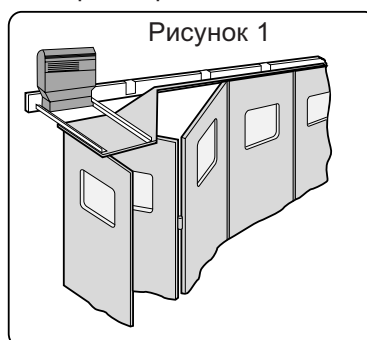
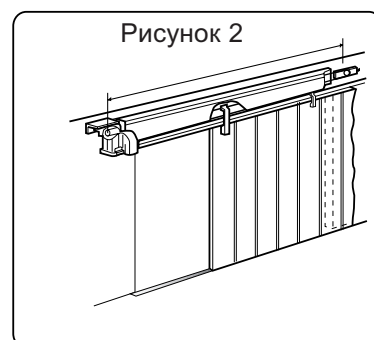

Рисунок 1
Рисунок 2
**ПРИМЕЧАНИЕ** - Установка привода на складывающиеся типа "гармошка" (Рисунок 1) и одностворчатые раздвижные ворота (рисунок 2) аналогична установке двухстворчатых раздвижных ворот (инструкция приведена выше).